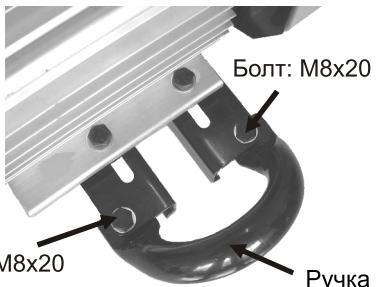

Рис. 8
8. Закрепите к раме культиватора ручку для переноски с помощью 2 болтов M8x20 (рис. 8).